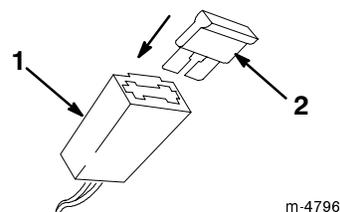

Figure 7
- Placez le fusible dans le porte-fusible comme indiqué dans la Figure 7.